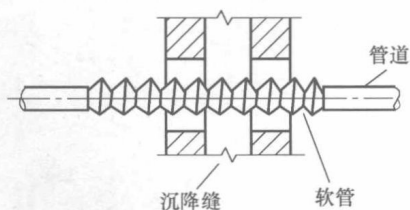

图 1-2 橡胶软管连接方法
① 连接橡胶软管。用橡胶软管连接沉降缝两边的管道。但橡胶软管不能承受太高的温度, 故此法只适用于冷水管道, 如图 1-2 所示。